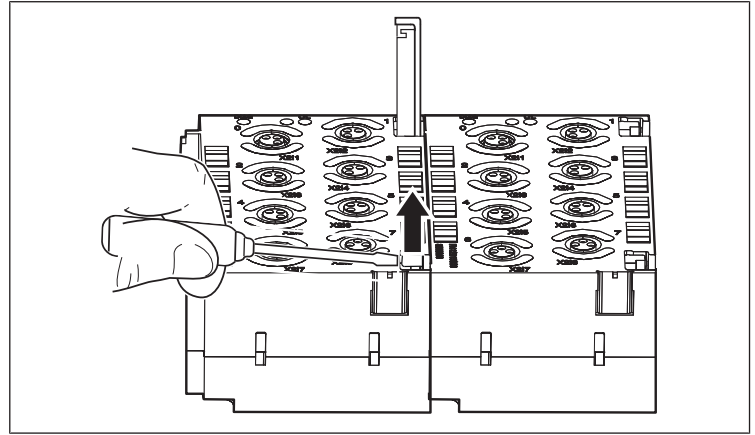

Fig. 6: Svitamento e sollevamento verso l'alto dell'elemento di fissaggio a molla
1. Tirare verso l'alto i due elementi di fissaggio a molla sul lato destro dei moduli I/O estratti in precedenza fino alla battuta (vedere Fig. 6: Svitamento e sollevamento verso l'alto dell'elemento di fissaggio a molla).
2. Svitare, per esempio con un cacciavite, tutti gli elementi di fissaggio a molla necessari e sollevarli fino alla battuta (vedere Fig. 6: Svitamento e sollevamento verso l'alto dell'elemento di fissaggio a molla).
3. Sollevare i due elementi di fissaggio a molla del nuovo modulo I/O verso l'alto fino alla battuta (vedere Fig. 6: Svitamento e sollevamento verso l'alto dell'elemento di fissaggio a molla).
2. Svitare, per esempio con un cacciavite, gli elementi di fissaggio a molla tra modulo I/O e piastra terminale sinistra e sollevarli fino alla battuta (vedere Fig. 6: Svitamento e sollevamento verso l'alto dell'elemento di fissaggio a molla).